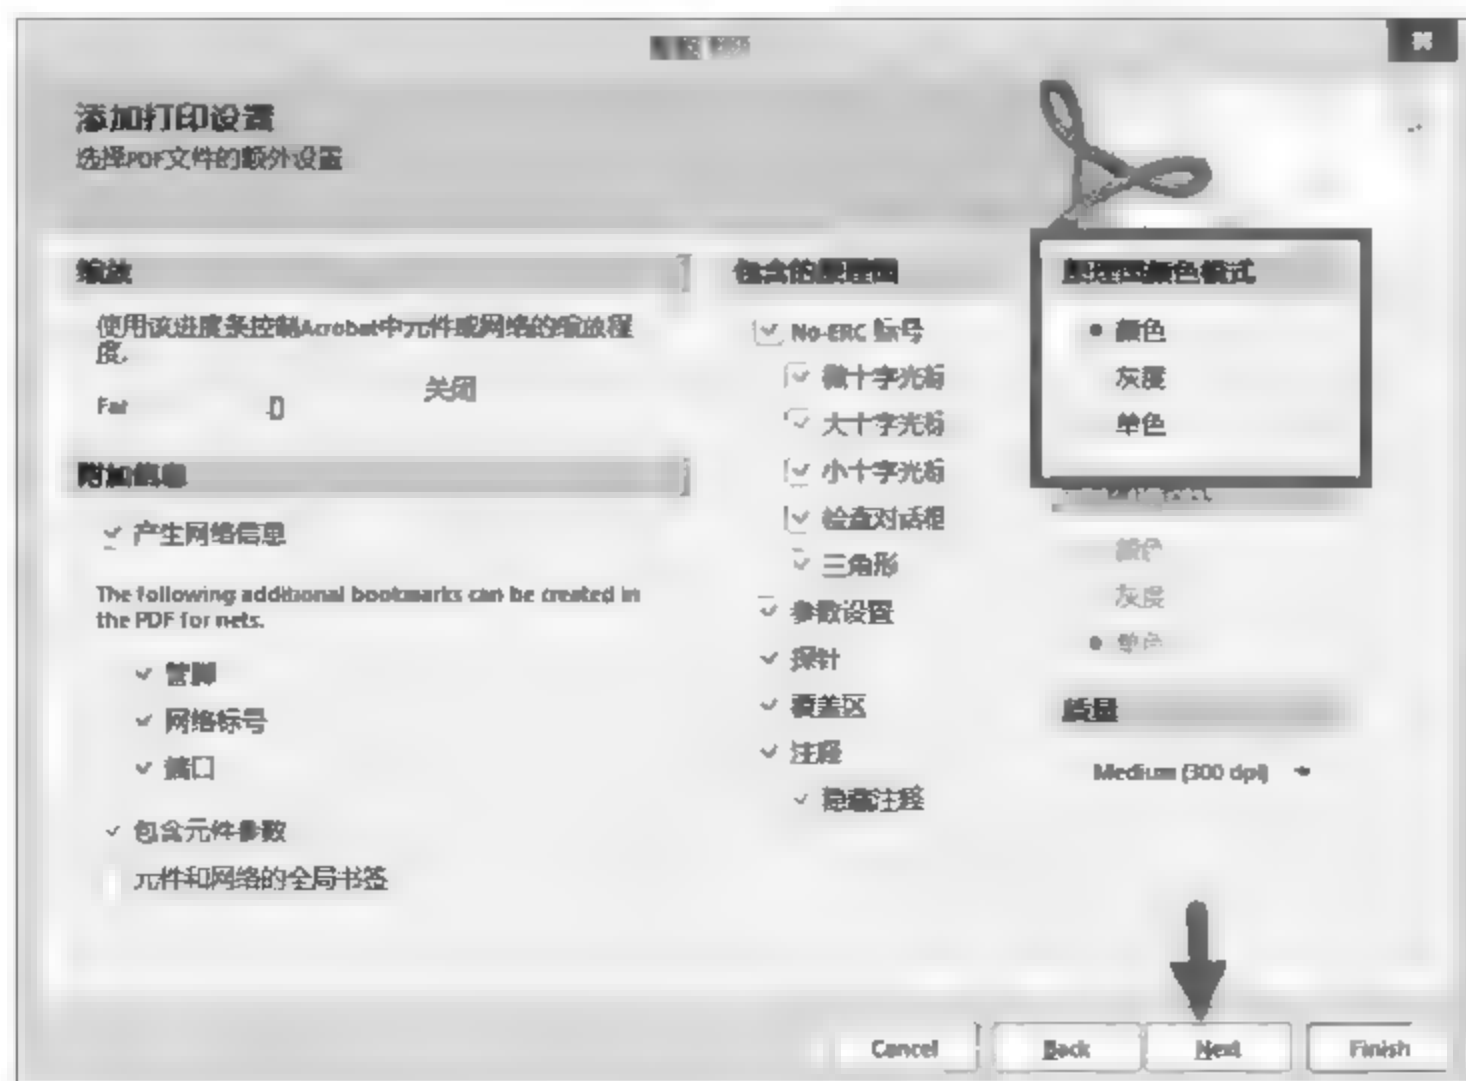

图 6-63 打印设置
(4) 弹出的“导出 BOM 表”对话框中提示是否输出 BOM 表,取消勾选“导出原材料的 BOM 表”复选框,单击 Next 按钮。
(5) 在弹出的“PCB 打印设置”对话框中单击 Next 按钮,打开“添加打印设置”对话框。“原理图颜色模式”一般选择“颜色”,其他参数保持默认设置,然后单击 Next 按钮,如图 6-63 所示。